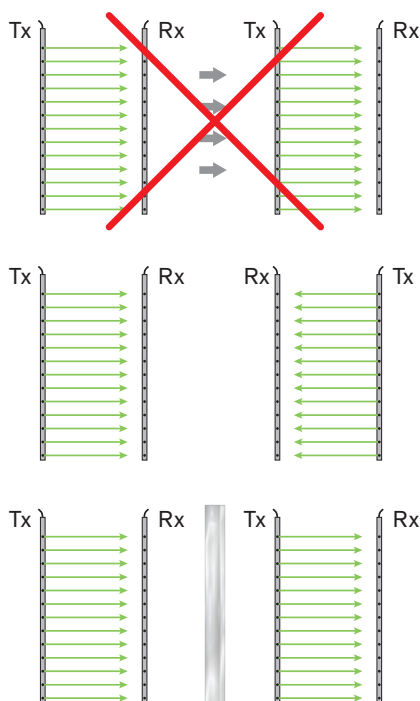

Figura 6: Disposición de varias barreras fotoeléctricas
- ▶ para el uso de varias barreras fotoeléctricas próximas entre sí, no puede llegar ninguna luz de emisión a un receptor de otro sistema. Es posible que las barreras fotoeléctricas se influyan entre sí. Por esta razón, en los ascensores de carga longitudinal el perfil receptor y el perfil emisor de los dos accesos deberán disponerse de forma recíproca (figura 6).